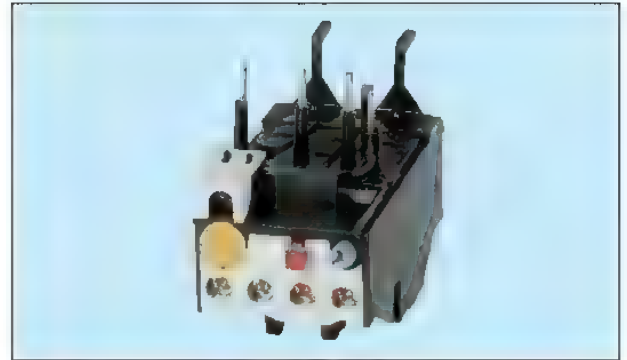

Bild 1: Überlastrelais für Motorschutz
1. Informieren Sie sich über die unterschiedlichen Arten für einen Motorschutz (Bild 1). Nennen Sie einen passenden **Motorschutz** gegen Überlastung, z. B. für den Bandmotor des Förderbandes 1 (Beachten Sie auch die Tabelle, Seite 95).